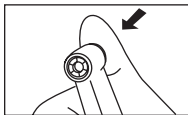

Fig. 1
(1) Установка
- Нажмите кнопку, чтобы открыть зажимной патрон. (Рис. 1)